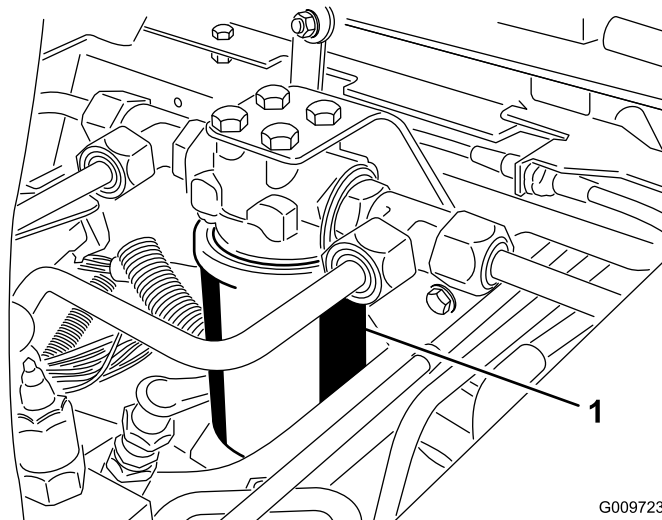
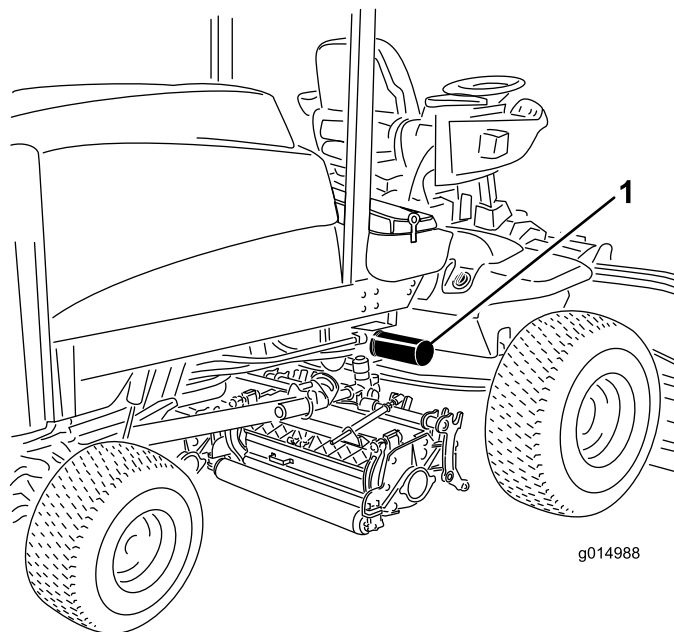

Figure 79
Figure 80
2. Nettoyez la zone autour de la surface de montage du filtre. Placez un bac de vidange sous le filtre et déposez le filtre (Figure 79 & Figure 80).